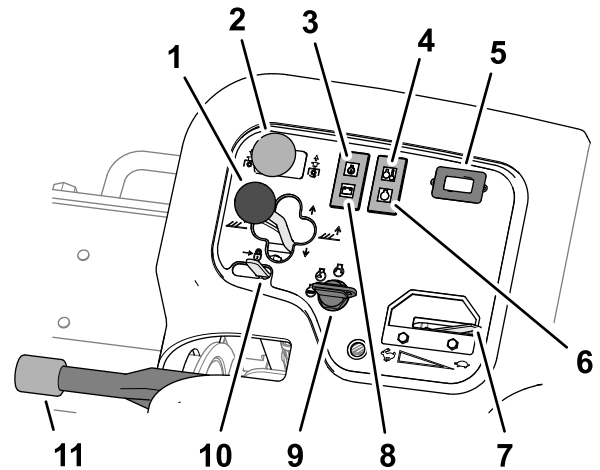

Bild 43
- Um die Mähwerke auf den Boden abzusenken, schieben Sie den Mähwerk-Ganghebel nach vorne in die ABSENKEN-Stellung (Bild 43).
Der Mähwerkantriebsschalter (Bild 43) hat 2 Stellungen: AKTIVIERT und DEAKTIVIERT. Der Kippschalter aktiviert eine Stromspule im Ventilverteiler, der die Mähwerke aktiviert.
Die Öldruck-Warnlampe (Bild 43) leuchtet auf, wenn der Öldruck unter ein sicheres Niveau abfällt.
Die Temperaturwarnlampe (Bild 43) leuchtet auf, wenn die Motorkühlmittel-Temperatur zu hoch ist. Bei dieser Temperatur schalten die Mähwerke ab. Wenn die Kühlmitteltemperatur um weitere 5,5 °C ansteigt, wird der Motor abgeschaltet, um eine weitere Beschädigung zu vermeiden.
Der Betriebsstundenzähler (Bild 43) zeigt die Stunden an, die der Motor gelaufen hat. Der Betriebsstundenzähler beginnt zu laufen, sobald der Zündschlüssel auf „Ein“ gedreht wird.
Die Glühkerzenlampe (Bild 43) leuchtet, wenn die Glühkerzen eingeschaltet sind.
Bewegen Sie die Gasbedienung (Bild 43) nach vorne, um die Motordrehzahl zu erhöhen und nach hinten, um die Drehzahl zu reduzieren.
Die Lichtmaschinenlampe (Bild 43) schaltet sich aus, wenn der Motor läuft. Wenn die Lichtmaschinenlampe aufleuchtet, während der Motor läuft, überprüfen Sie das Ladesystem und reparieren Sie es gegebenenfalls.
Verwenden Sie den Zündschalter (Bild 43), um den Motor und die Beleuchtung einzuschalten. Der Zündschalter hat drei Stellungen:
Bewegen Sie den Hubhebelriegel (Bild 43) nach hinten, um das Absinken der Mähwerke zu verhindern.
Wenn Sie den Motor abstellen, aktivieren Sie die Feststellbremse (Bild 43), sodass sich die Maschine nicht aus Versehen bewegt. Um die Feststellbremse zu aktivieren, ziehen Sie den Hebel nach oben; drücken Sie den Hebel nach unten, um die Bremse zu lösen.